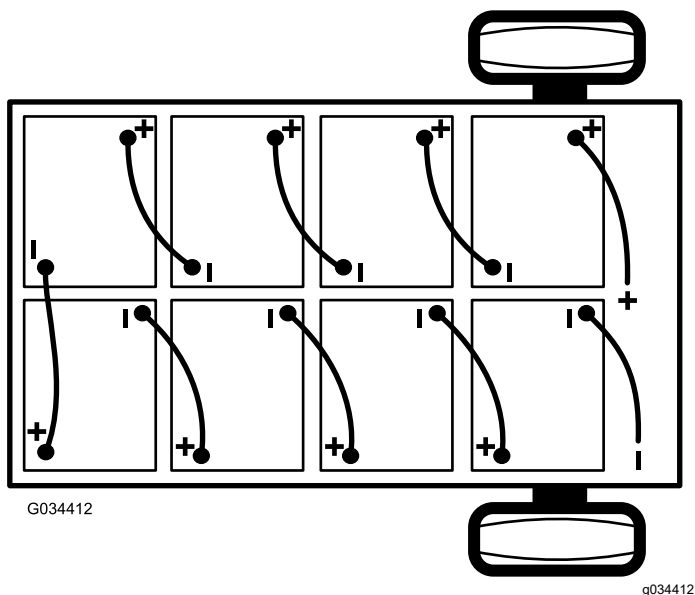

Figura 38
- Scollegate il cavo negativo principale della batteria (nero) che collega la serie di batterie al punto di messa a terra della macchina (Figura 38).
3. Scollegate il cavo positivo principale della batteria (rosso) che collega la serie di batterie al contattore principale della macchina (Figura 38).
Nota: Prestate attenzione alla polarità delle batterie quando montate le batterie nuove (Figura 38).
6. Collegate le batterie come mostrato in Figura 38 con i cavi interconnessi alle batterie rimossi al punto 1.
2. Collegate il cavo positivo principale (rosso) della batteria tra la serie di batterie e la macchina (Figura 38).
3. Collegate il cavo negativo principale (nero) della batteria tra la serie di batterie e la macchina (Figura 38).